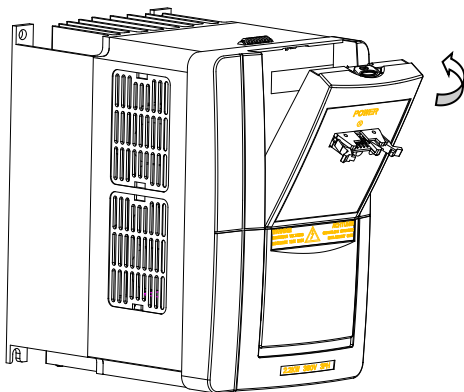

图 3-9 机形 A 操作面板及连接线安装图
**步骤 2**、将选配件中提供的接口板插上连接线，安装在操作面板安装处（如图 3-9 所示）。